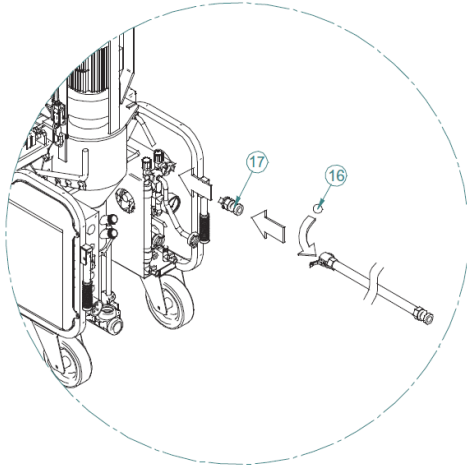

FIG. 17
Quitar el mezclador y lavarlo. Limpiar la zona de mezcla con una espátula. Introducir el rascador (ref. 15) de la manera indicada en la fig. 17, cerrar la cámara de mezcla, girar el interruptor principal hasta la posición de trabajo correcta (testigo azul encendido) y, luego, accionar el pulsador de marcha. Dejar girar durante 5-10 segundos, hasta que la cámara de mezcla quede totalmente limpia.
Luego, lavar los tubos. Introducir una esponja de lavado (ref. 16) en el inicio del tubo, conectar el tubo de envío del material al empalme del tubo de argamasa - tubo agua (ref. 17): luego, conectarlo a la llave auxiliar del agua. Poner en marcha la bomba del agua y abrir la llave auxiliar del agua hasta que salga la esponja de lavado (fig. 17) por el otro extremo.